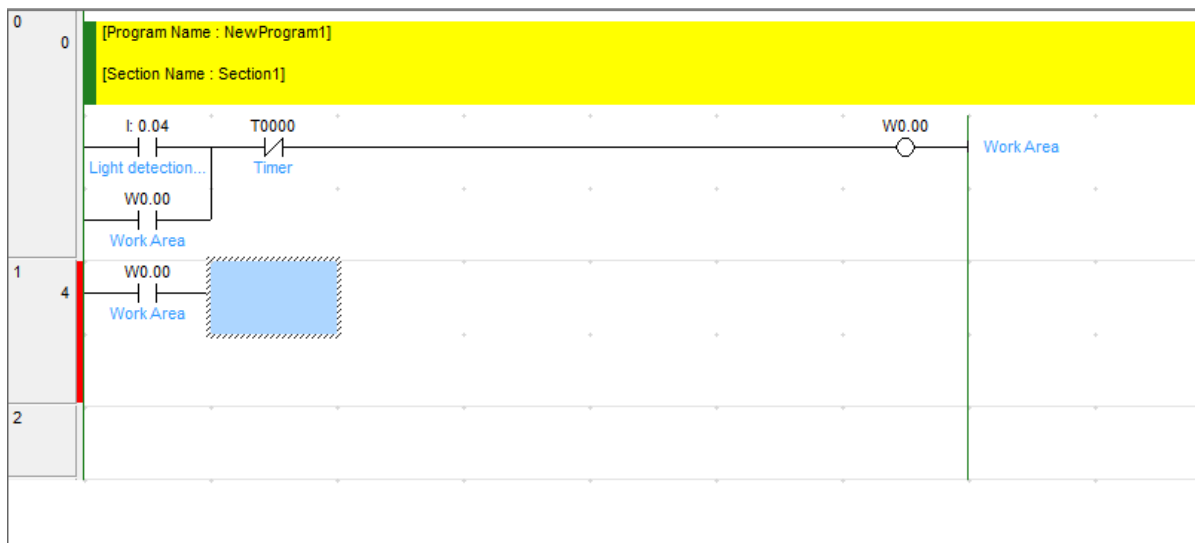

Рисунок 30 – Результат ввода контакта W000
1. Нажмите клавишу [C]. Введите контакт «W000». Затем нажмите клавишу [Ввод] (должно быть активно диалоговое окно «Edit Comment») (рисунок 30).